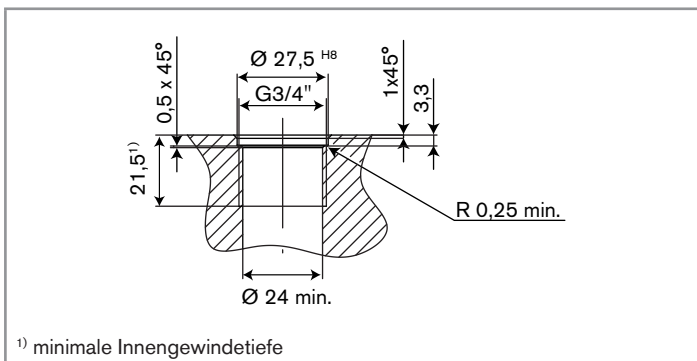

Bild 11: Innengewinde-Schablone des Adapters
- Das Gerät in die Rohrleitung oder die Tankwand mittels eines Adapters mit Innengewinde gemäß der Innengewinde-Schablone in Bild 11 installieren.